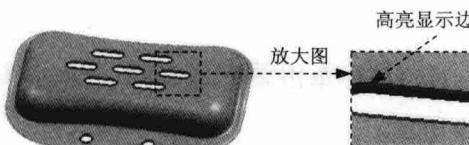

图 1.12 高亮显示孔边界
Step2. 定义修补边界。在该对话框的**环搜索方法**区域中，选择自动单选项，此时系统将需要修补的破孔处加亮显示出来，如图 1.12 所示。